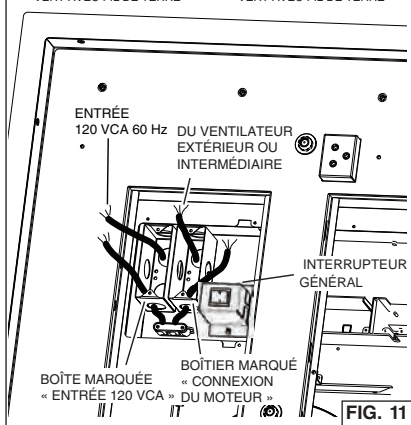

FIG. 11
3. Dans le boîtier électrique marqué « CONNEXION DU MOTEUR », enlevez les deux (2) vis qui retiennent le couvercle au boîtier métallique de câblage. Fig. 11.
3. Dans la boîte électrique marquée « ENTRÉE 120 VCA », enlevez les deux (2) vis qui retiennent le couvercle à la boîte métallique de câblage. Fig. 11.
7. Remplacez le panneau d'accès du compartiment électrique et les quatre (4) vis.